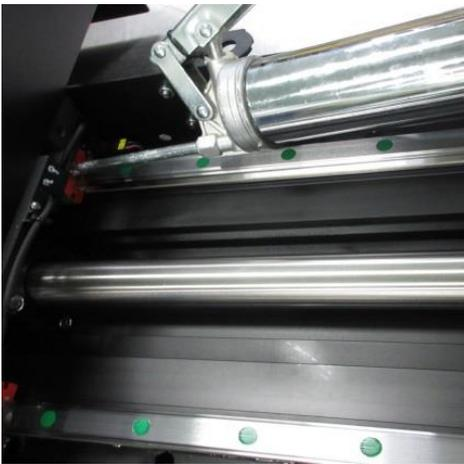

図 5
- (1) グリスノズルよりグリスを注入してください (図 5)。